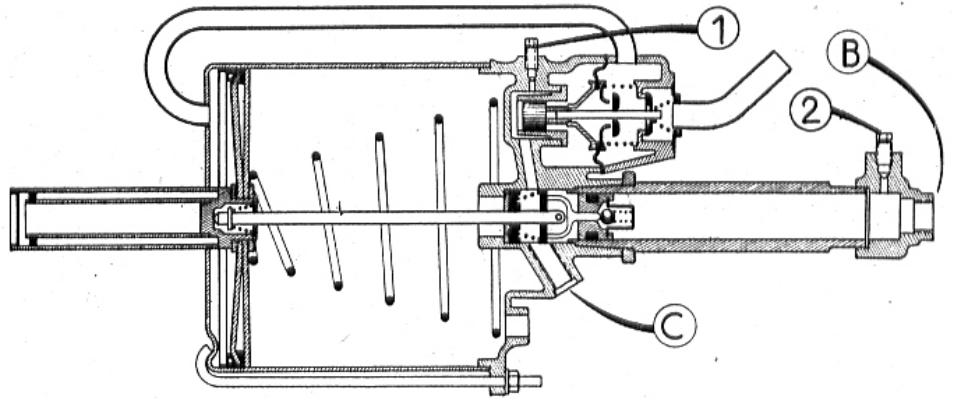

Fig. 21. — Vue en coupe de l'Hydrovac Bendix avec les 2 points de purge de cet appareil
- Purger ensuite à la valve de commande en (1) de la façon habituelle, puis au cylindre-asservi en (2), en ayant soin toutefois pour ce dernier orifice de purge de l'Hydrovac de fermer la vis de purge à la fin de l'opération, lorsque la pédale est à fond de course (enfouée; ne la relâcher qu'ensuite (fig. 21).